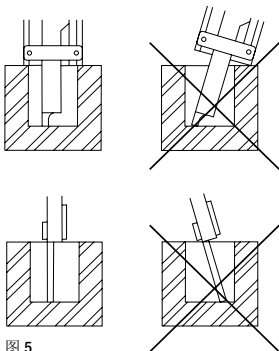

图 5
- 深度测量: 将深度测杆 (3) 垂直插入要测量的部件底部 (图 5)。